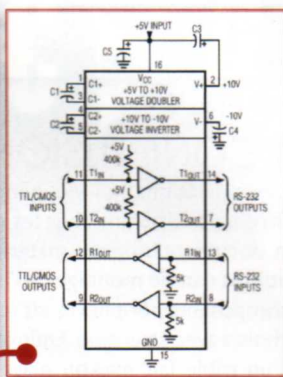
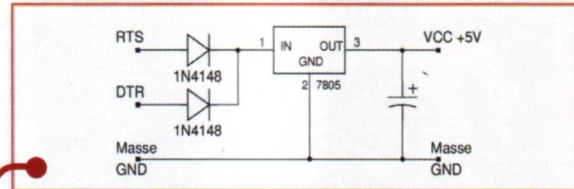

Fig. 2
Fig. 4
-10V pour la partie communicant avec le PC (figure 2). La documentation du composant indique une valeur de 1 µF pour le MAX232. D'autres composants de la famille utilisent des valeurs différentes. On notera cependant, que le standard RS232/EIA232 permet une certaine tolérance et on pourra donc utiliser des condensateurs de 2.2 µF ou 4.7 µF (parfois même 22 µF sur certains schémas présents sur le web).
Pour alimenter le montage, il n'est pas forcément nécessaire d'utiliser une source externe. Dans la plupart des cas, celui-ci peut tirer suffisamment de courant du port série lui-même. Pour cela, on connectera tout simplement une diode sur chacune des broches DTR et RTS (afin de bloquer les tensions négatives) et on les reliera ensemble en entrée d'un régulateur 78L05 (figure 4). Le condensateur correspond au C5 de la figure 2 et sera de même valeur que tous les autres. On obtient ainsi un ensemble autonome. En utilisant des composants de taille réduite (CMS) et en faisant preuve de patience, on arrivera à faire tenir tout cela dans le cache plastique d'un connecteur DB9. (Voir tableau broche)